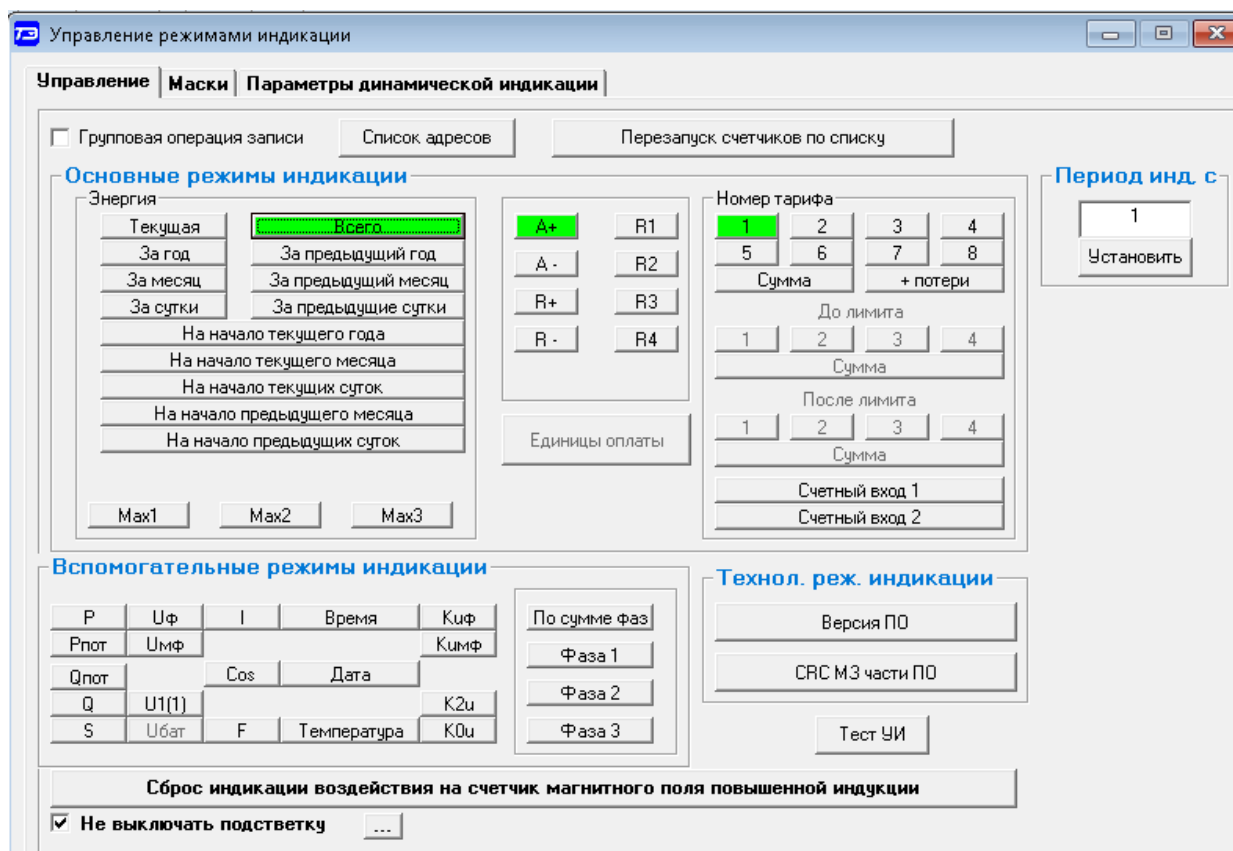

Рисунок 29 – Форма «Управление режимами индикации»
4.16.3.1 Параметр «Период индикации» определяет период выдачи данных на индикатор и по умолчанию составляет 1 секунду. Чтение и изменение периода индикации производится посредством формы «Управление режимами индикации» вкладки «Управление» (рисунок 29).
4.16.5.1 Тест устройства индикации включается по кнопке «Тест УИ», расположенной на поле формы «Управление режимами индикации» вкладки «Управление» (рисунок 29). При этом включается подсветка и все элементы индикации ЖКИ на время 5 секунд для визуальной проверки работоспособности индикатора. Спустя 5 секунд индикатор возвращается в прерванный режим индикации. Включение тестового режима устройства индикации возможно только со вторым уровнем доступа.